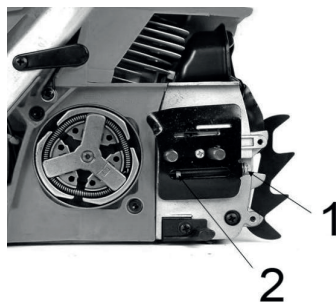

Рисунок 2
- С помощью отвертки поверните регулировочный винт (1) против часовой стрелки, пока выравнивающий штифт (2) (выступающее острие) не достигнет своего предельного положения (Рис.2)